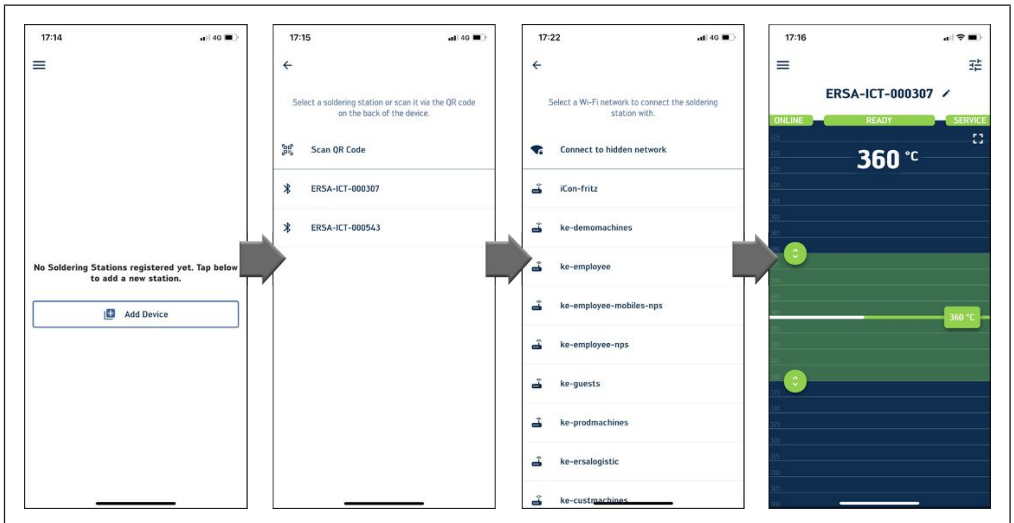

Abb. 13: Bluetoothverbindung: QR-Code der Lötstation scannen oder Auswahl des Bluetoothnetzes
- d) Den Entriegelungshebel [1] (siehe Abb. 13) betätigen und gedrückt halten.